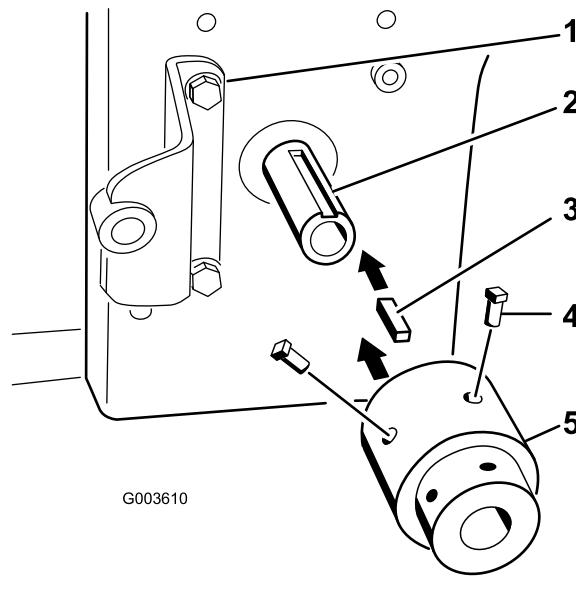

图 19
6. 将方形钥匙  $6.4\text{mm} \times 25.4\text{mm}$  装入发动机 PTO 轴的槽内图 19。
7. 将轮毂总成与方形钥匙对齐然后装入 PTO 动力输出装置轴上图 19。
8. 为 2 个固定螺丝  $5/16 \times \frac{3}{4}$  英寸涂抹可清除的防松螺纹油并将它们装入轮毂总成从而将轮毂总成固定到 PTO 轴上图 19。